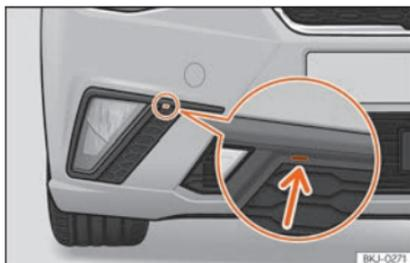

Fig. 56 Farol de nevoeiro: retirar a grelha
- Coloque uma chave de parafusos a fazer de alavanca no entalhe »» **Fig. 56** (seta). Em seguida, retire os grampos situados no contorno da grelha, fazendo um pequeno movimento de alavanca.